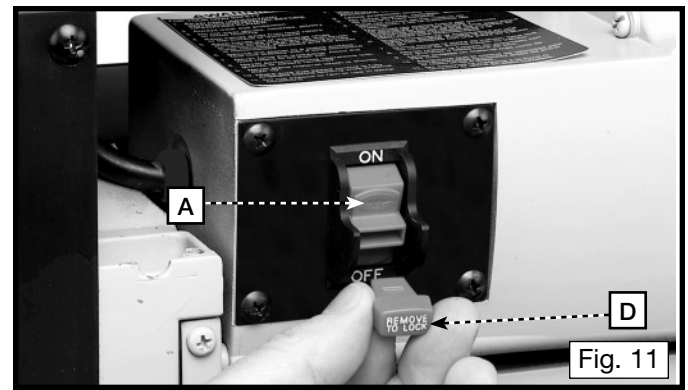

Fig. 11
IMPORTANT : Lorsque l'outil est inutilisé, l'interrupteur doit être verrouillé en position d'arrêt afin d'empêcher toute utilisation non autorisée. Pour ce faire, saisir la bascule de l'interrupteur (D, fig. 11) et la retirer de l'interrupteur (A). Une fois la bascule de l'interrupteur (D) retirée, l'interrupteur ne fonctionnera pas. Cependant, si la bascule de l'interrupteur est retirée lorsque que la raboteuse fonctionne, il sera possible d'éteindre l'appareil et non de le redémarrer sans réinsérer la bascule de l'interrupteur (D).